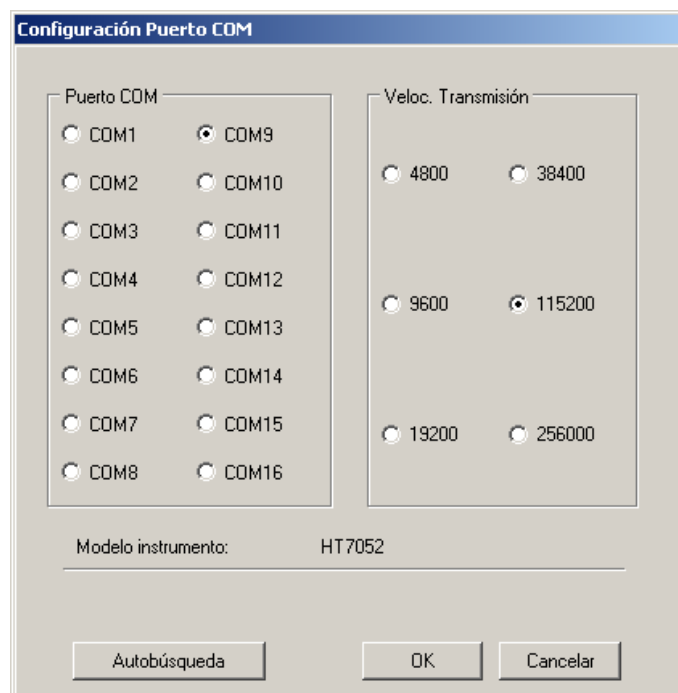

Fig. 49: Conexión instrumento a un PC
8. Seleccione el comando “**Config → Puerto COM...**” y clique sobre el botón “Autobúsqueda” con el fin de verificar el reconocimiento del instrumento con el PC (ver Fig. 49)